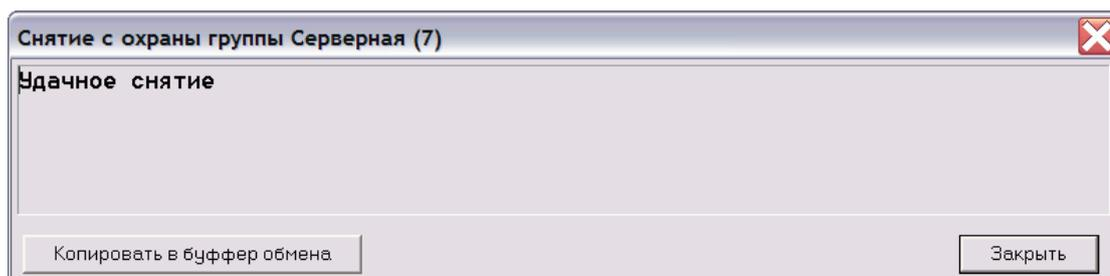

Рисунок 119
- Для занесения в файл конфигурации номера карты/ключа и присвоения карты пользователю войдите в таблицу «Пользователи» через меню «Доступ» → «Пользователи» (рисунок 119). Поднесите к считывателю карту/ключ. При этом считыватель никак не будет реагировать на карту/ключ.
Выберите из списка группу охранной сигнализации и нажмите «ОК». Результат выполнения команды будет выведен в отдельном окне (рисунок 119).